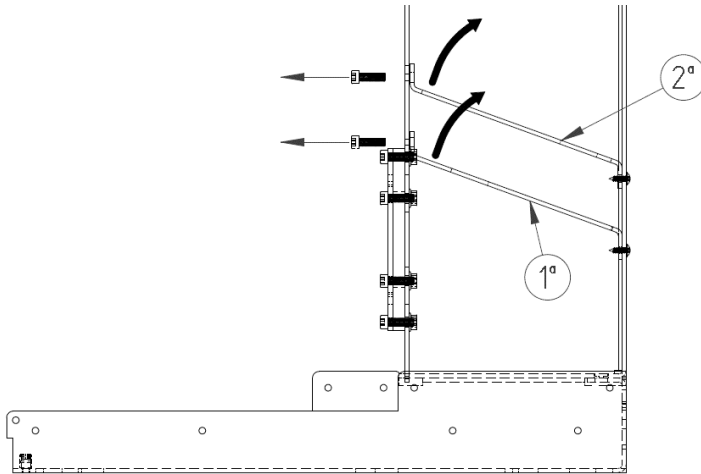

Figura 53 – Remoção das chapas de fumos
- Para remover as chapas de fumos deve remover os 2 parafusos DIN 912 M6x20 (Figura 53).
- Primeiro remova a chapa inferior conforme figura abaixo (Figura 53) girando ligeiramente a chapa e removendo a mesma pela tampa lateral direita.